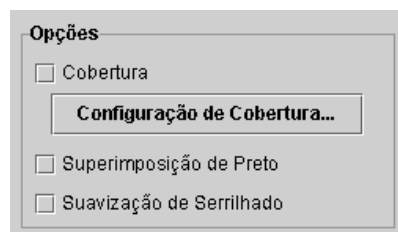

Figura 4-3. Ferramentas de qualidade de imagem
- A Superimposição de Preto da DocuColor 2045/2060/6060 impede a remoção do fundo de um objeto preto, provocando a impressão da imagem preta sobre cor anterior e eliminando faixas de branco em seu contorno. Para exibir o diálogo no qual encontrar e definir esta função, consulte a Figura 4-3.
- A **Suavização de Serrilhado** reduz a aparência irregular de curvas e linhas em textos e gravuras. Para exibir o diálogo no qual encontrar e definir esta função, consulte a Figura 4-3.